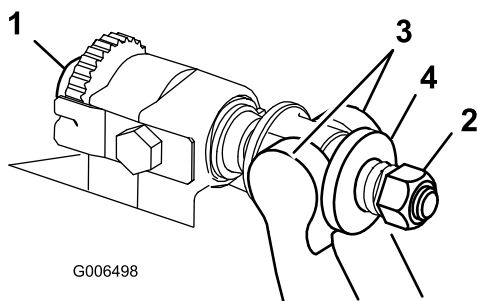

Figura 32
1. Gire el tornillo de ajuste de la barra de asiento, en el sentido contrario a las agujas del reloj, para alejar la contracuchilla del molinete (Figura 32).
2. Afloje la tuerca de tensado del muelle hasta que el muelle deje de presionar la arandela contra la barra de asiento (Figura 32).